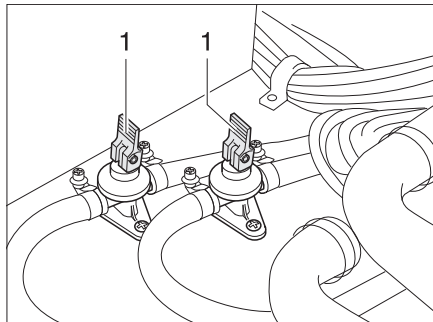

Fig. 127 Robinets de vidange
- Fermer les robinets de vidange. Placer les leviers à bascule (Fig. 127,1) en position horizontale.
- Ouvrir les robinets de vidange (Fig. 127). Pour cela, placer les leviers à bascule (Fig. 127,1) en position verticale. Le chauffe-eau est vidé à l'extérieur par le biais des robinets de vidange.